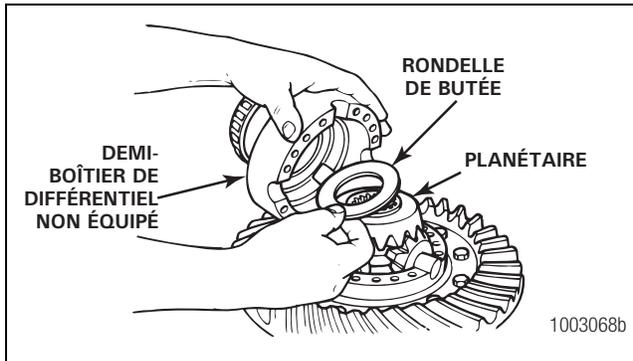
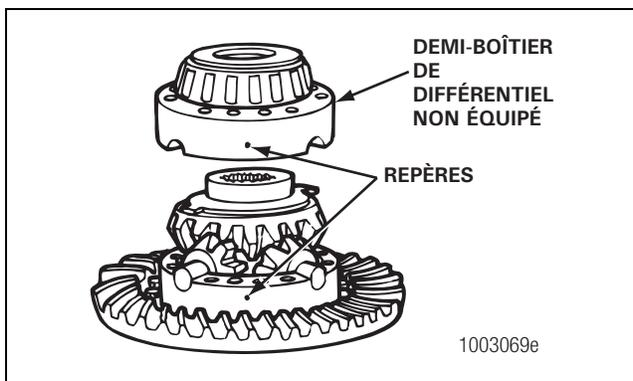

Figure 5.44
Figure 5.45
- Poser le second planétaire et sa rondelle de butée sur le croisillon et les satellites de différentiel. Figure 5.44.
14. Placer le demi-boîtier de différentiel non équipé sur le flasque de demi-boîtier et les engrenages. Tourner le demi-boîtier non équipé de façon que les repères d'assemblage s'alignent. Figure 5.44 et Figure 5.45.